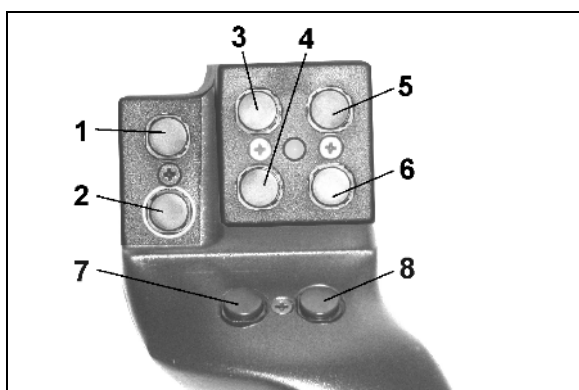
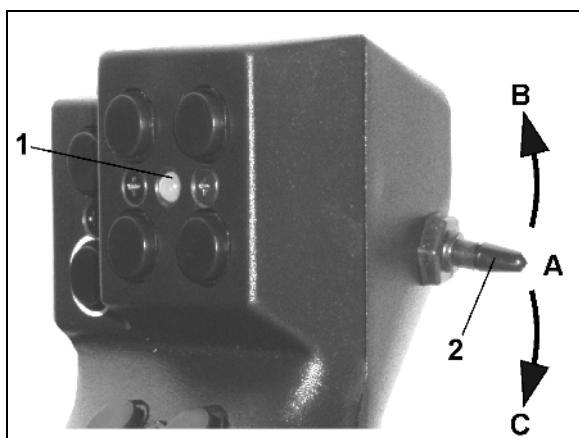

Bild 110
Bild 111
För att styra maskinen har multifunktionsgreppet (Bild 110) 8 knappar (1 - 8) till förfogande. Dessutom kan man med hjälp av en omkopplare (Bild 111/2) ändra placeringen av knapparna 3-faldigt. I normalläge befinner sig omkopplaren i
-  mellanläge (Bild 111/A) och kan flyttas
-  uppåt (Bild 111/B) eller
-  nedåt (Bild 111/C).
Omkopplarens läge indikeras med en LED-lysdiod (Bild 111/1).